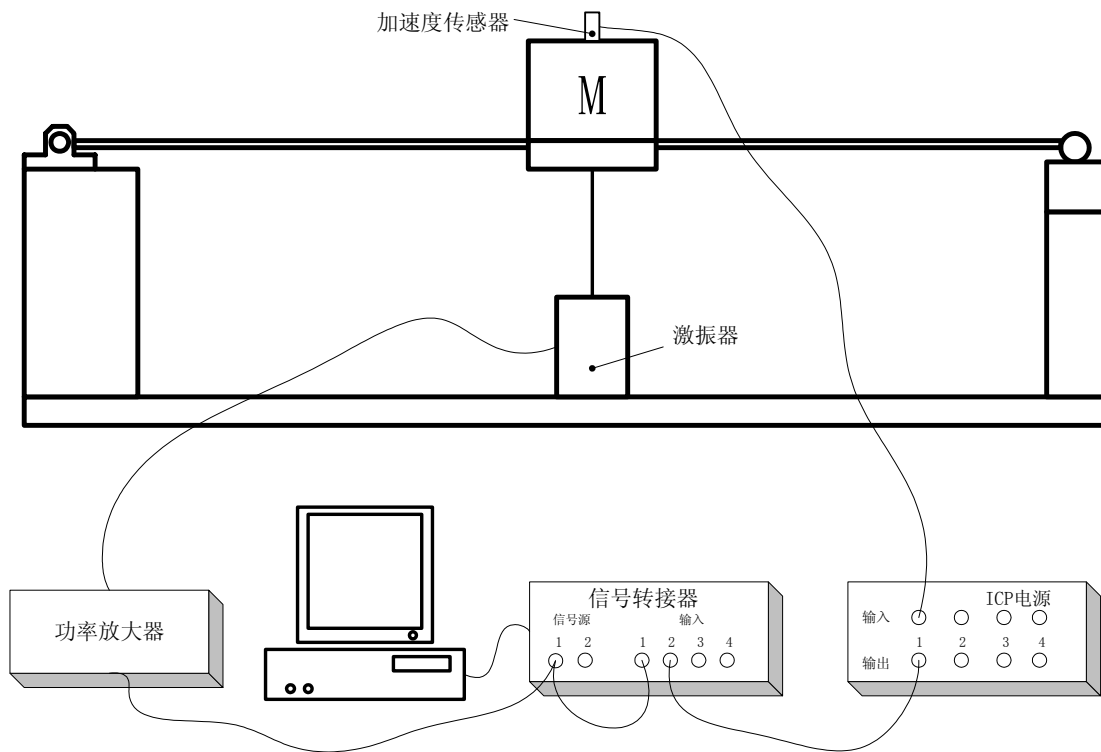

图 3-1 简谐振动振幅与频率测量实验原理图
- 将综合实验台装配成图 3-1 形式的试件。
- 按图 3-1 连接各测试设备。